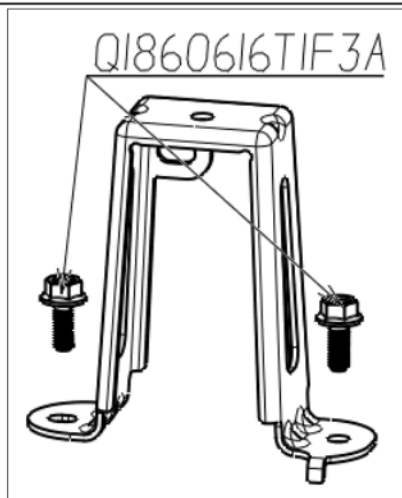

图 1.6.12 副仪表板前安装支架总成
- (1) 用10号六角套筒将固定副仪表板后部安装支架的两个螺栓(Q1860616F3A六角法兰面螺栓)松开并取出。如图1.6.12所示;
(2) 安装与拆卸顺序相反。